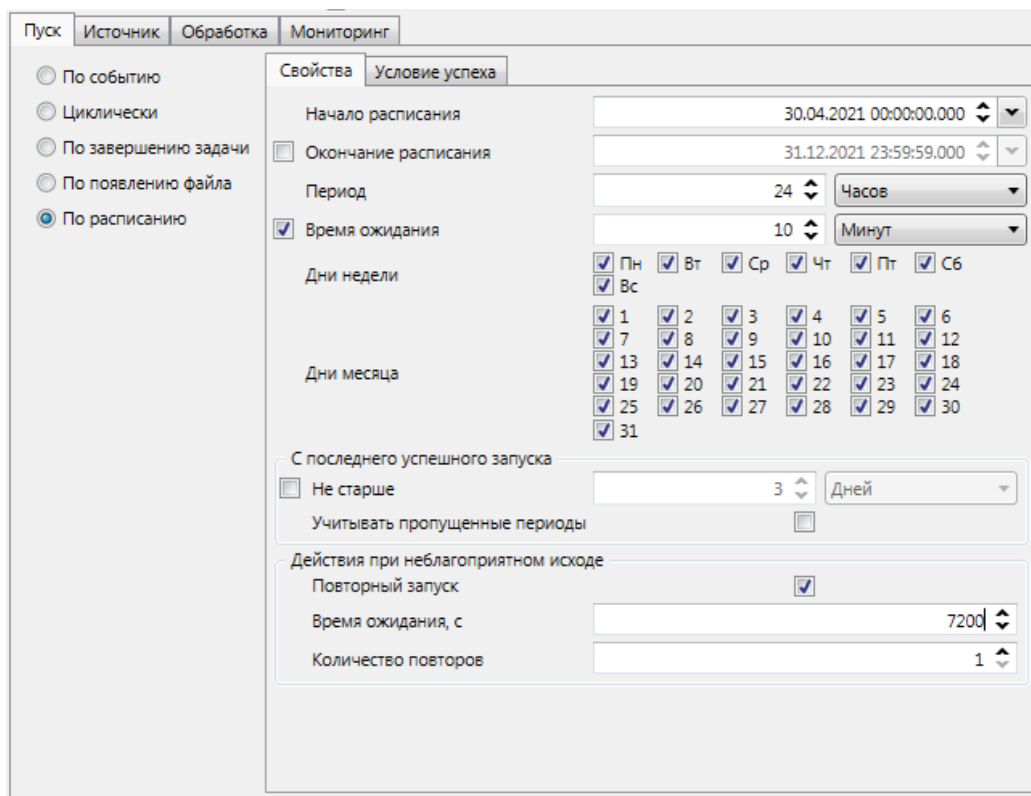

Рисунок 218 – Режим запуска обработчика файлов «По расписанию»
– «По расписанию» (рисунок 218). Запуск обработчика файлов выполняется согласно заданному расписанию. Перечень и описание свойств расписания приведены в таблице 110.